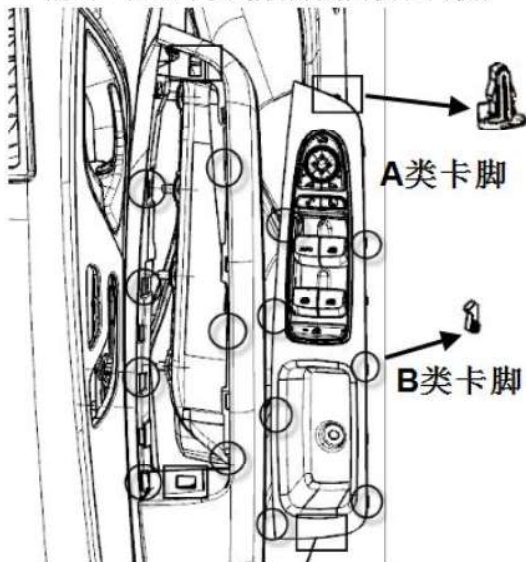

图1-42 开关面板拆卸示意图
(4) 用十字螺丝刀松开图1-42 示的2个螺钉(Q2734216F31A)，随后拆卸下无电模块、12V电源及USB模块等的线束端子，沿图示箭头1方向把副仪表板退出（至少需将插脚完全退出），然后沿图示箭头2方向旋转，绕过换挡机构与手刹总成即可取出副仪表，完成拆卸。